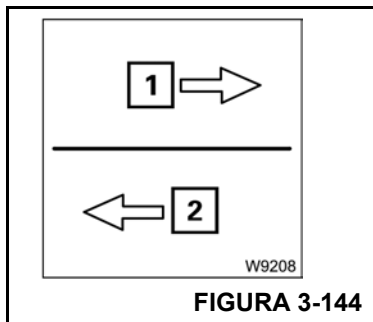

FIGURA 3-144
- A seta (1) (Figura 3-144) da direção telescópica indicada pisca se você mover a alavanca de controle na direção errada.
- Se você mover a alavanca de controle na direção correta, o ECOS realiza a ação telescópica na lança automaticamente até que a direção tenha que ser mudada. A seguir, a seta (2) da nova direção telescópica é indicada, por exemplo, para retração.